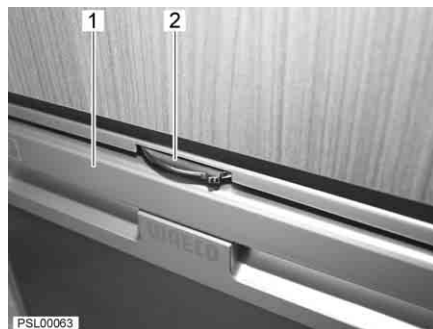

Fig. 73 Porta del frigorifero in posizione di funzionamento
- Ruotare il bloccaggio inferiore e superiore (Fig. 73,2) verso destra.
- Tirare verso l'alto la barra di presa (Fig. 73,1) ed aprire la porta del frigorifero.